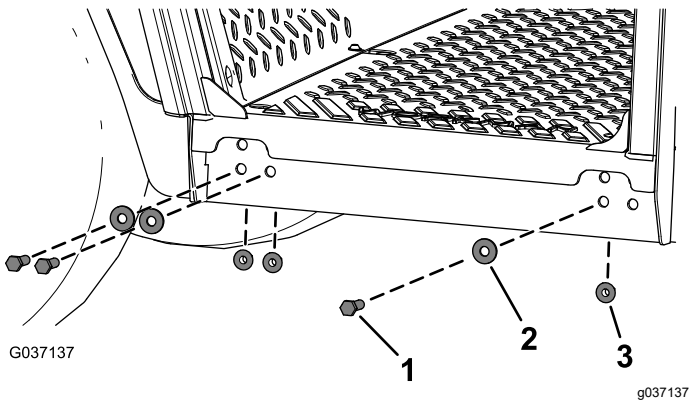

Figura 12
5. Sujete los lados del bastidor de la cabina a la máquina con 6 pernos de cabeza hexagonal ($\frac{3}{8}$ " \times $1\frac{1}{4}$ "), 6 arandelas ($\frac{3}{8}$ ") y 6 tuercas con arandela prensada ($\frac{3}{8}$ "), como se muestra en la Figura 12.